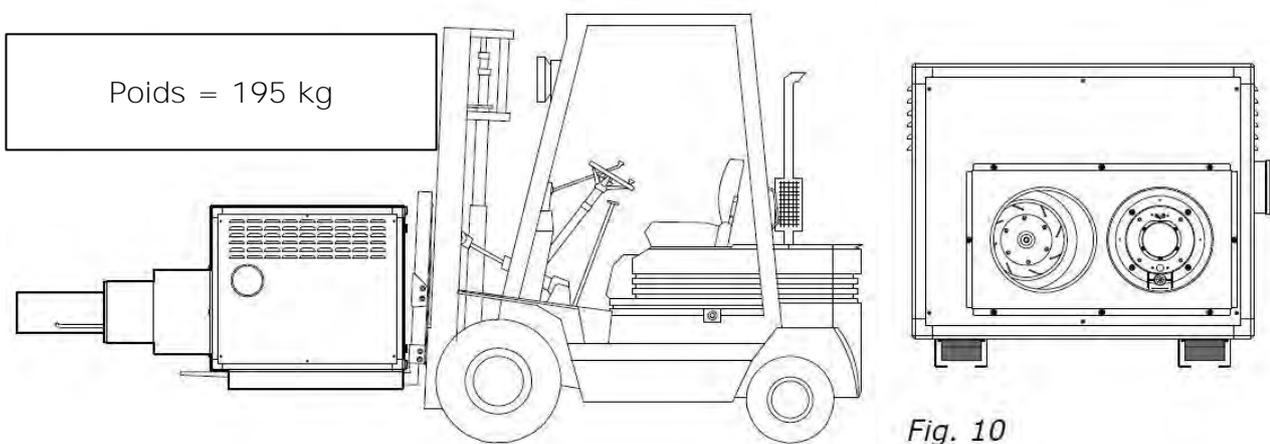

Fig. 10
**Manutention de l'unité de combustion** : Dans le cas d'une utilisation d'un charriot élévateur insérer les fourches dans les guides rails de l'unité brûleur en équilibrer le poids de la charge (fig.10).